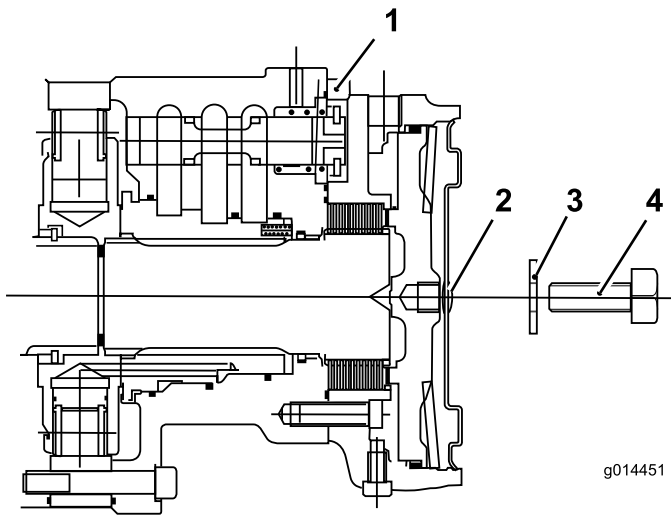

Figura 36
6. Coloque un perno de 12 x 40 mm y una arandela de 12 mm en el taladro en el centro de la placa del extremo del motor (Figura 36).
- Apriete el perno en el taladro roscado del pistón del freno hasta que el freno quede liberado (Figura 36).